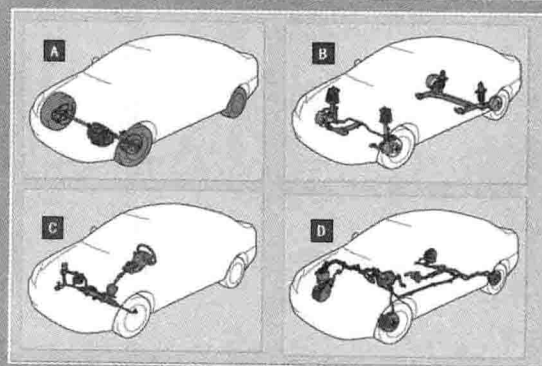

图 1-8 底盘
1) 传动系统。将发动机的动力传给驱动车轮(图1-8中A)。
2) 行驶系统。主要对全车起支承作用(图1-8中B)。
3) 转向系统。保证汽车能按驾驶人选择的方向行驶(图1-8中C)。
4) 制动系统。使汽车减速或停车,停驶时可靠停放(图1-8中D)。